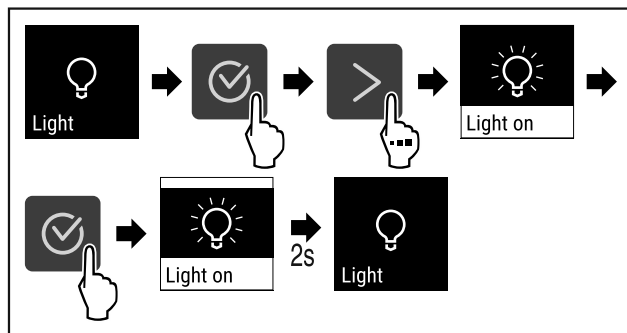

Fig. 68
- ▶ Følg anvisningene (se Fig. 68).